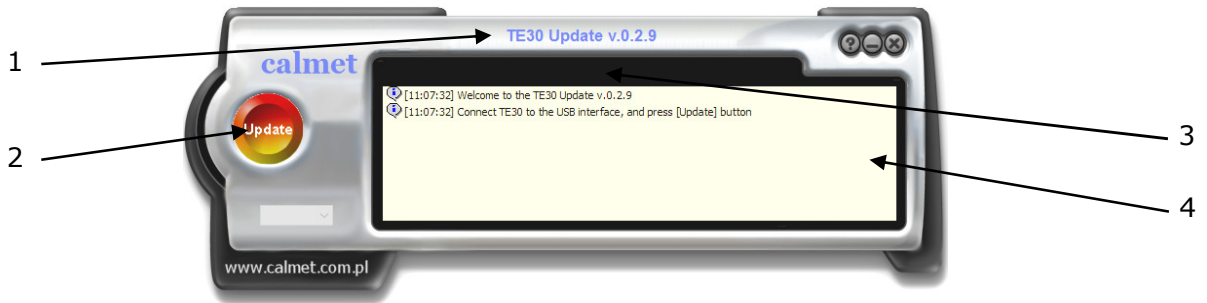
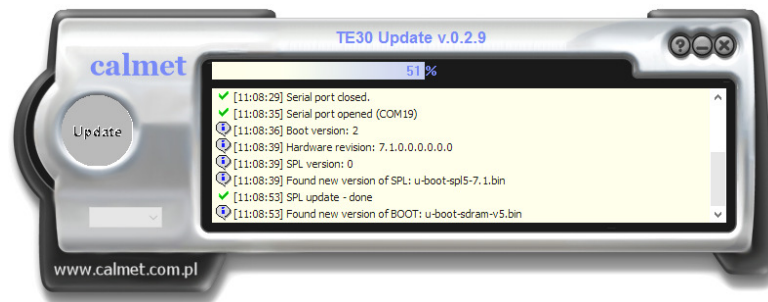
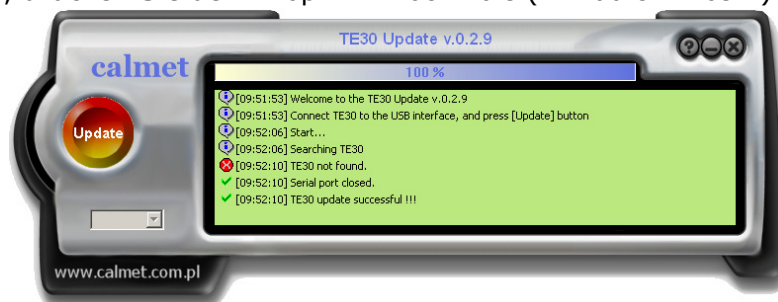

Abb.8.1. Fenster der TE30 Software Aktualisierung
Abb.8.2. Fenster der TE30 Update Software – während der Aktualisierung
Abb.8.3. Fenster der TE30 Update Software – TE30 not found (nicht gefunden)
- Starten Sie die TE30 Update-Software, um das Fenster der TE30 Update-Software aufzurufen (☞ Fig.8.1).
- Drücken Sie den Knopf  (☞ Abb.8.1 Pos.2), um die Firmware Aktualisierung zu starten und das TE 30 Fenster während der Aktualisierung der TE30 Update Software aufzurufen (☞ Abb.8.2),
Falls die Aktualisierung scheitert und das Nachrichtenfenster (☞ Abb.8.1 Pos.2) zeigt „ TE 30 not found“ (☞ Abb.8.3), drücken Sie den Knopf  nochmals (☞ Abb.8.1 Pos.2).
- Drücken Sie wieder den Knopf  (☞ Abb.8.1 Pos.2).